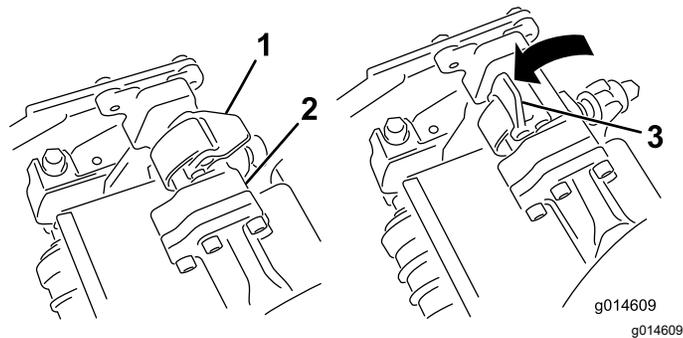

Figure 53
4. Les verrous de la barre du bras de suspension étant orientés en haut (c.-à-d. ouverts) (Figure 53), poussez le bras de suspension vers le bas pour engager la barre sur la barre transversale au sommet de l'unité de coupe (Figure 54).
5. Fermez les verrous autour de la barre de l'unité de coupe et bloquez-les en place (Figure 53).
5. Ouvrez les verrous sur la barre du bras de suspension de l'unité de coupe que vous voulez déposer (Figure 53).